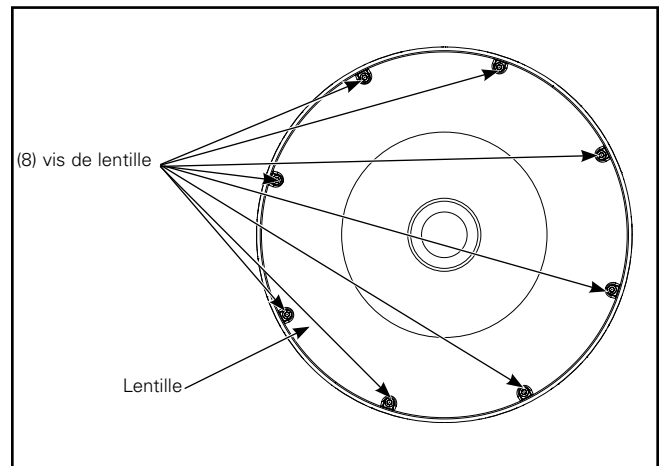

Figure 5.
1. Dévissez les huit (8) vis retenant la lentille au boîtier (Figure 5). Si le luminaire est équipé d'un détecteur de mouvements, débranchez les deux (2) raccords à désaccouplement rapide des fils du détecteur de mouvements avant de retirer complètement la lentille et mettez de côté.
9. Réinstallez la lentille et les vis de la lentille retirées à l'étape 1 (Figure 5). Serrez les vis de la lentille à un couple de 0,9 Nm (8 po-lb). Si le luminaire est équipé d'un détecteur de mouvements, assurez-vous de rebrancher les raccords rapides du détecteur de mouvements pendant que vous effectuez cette étape. Assurez-vous que les deux (2) raccords rapides sont correctement branchés.